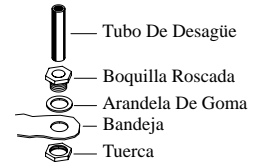

Fig. 5
• **Instale el montaje de desagüe.** Quite la tuerca y pase la boquilla por el agujero de la bandeja, colocando la arandela de goma entre la bandeja y la cabeza de la boquilla (véase fig. 5). Coloque la tuerca en la boquilla y atorníllela hasta que quede apretada contra la parte inferior de la bandeja. Inserte el tubo de desagüe en la boquilla para retener el agua. El tubo de desagüe se puede quitar para desaguar el agua de la bandeja cuando sea necesario. Se puede conectar una manguera de jardín a la boquilla para desaguar el agua hacia otra parte.